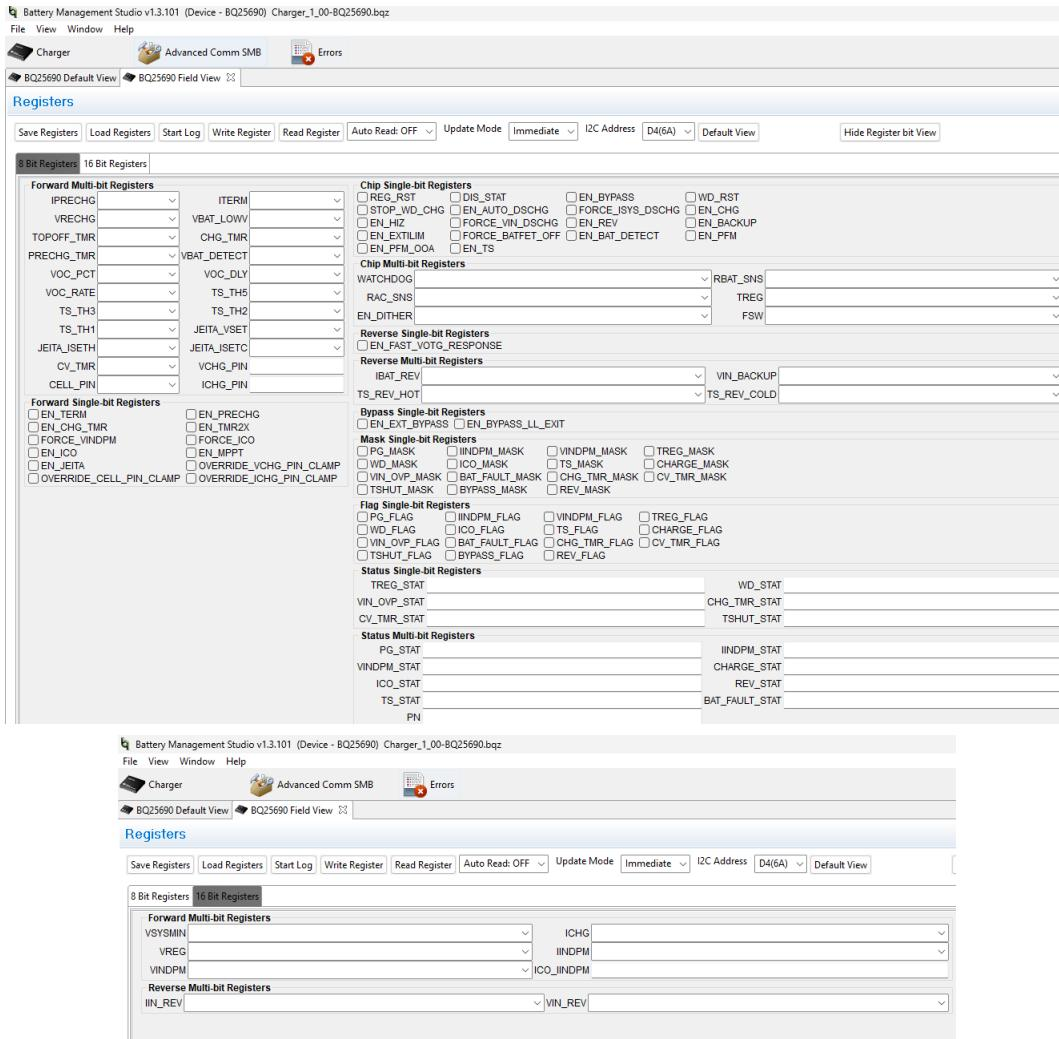

図 3-2. BQ25690 評価基板ソフトウェアの 8 ビットおよび 16 ビットレジスタタブのフィールド ビュー
- 表示されるウィンドウのリボンの右側で **Field View** を選択すると、BQ2569x 評価基板ソフトウェアのメイン ウィンドウが図 3-2 のように表示されます。